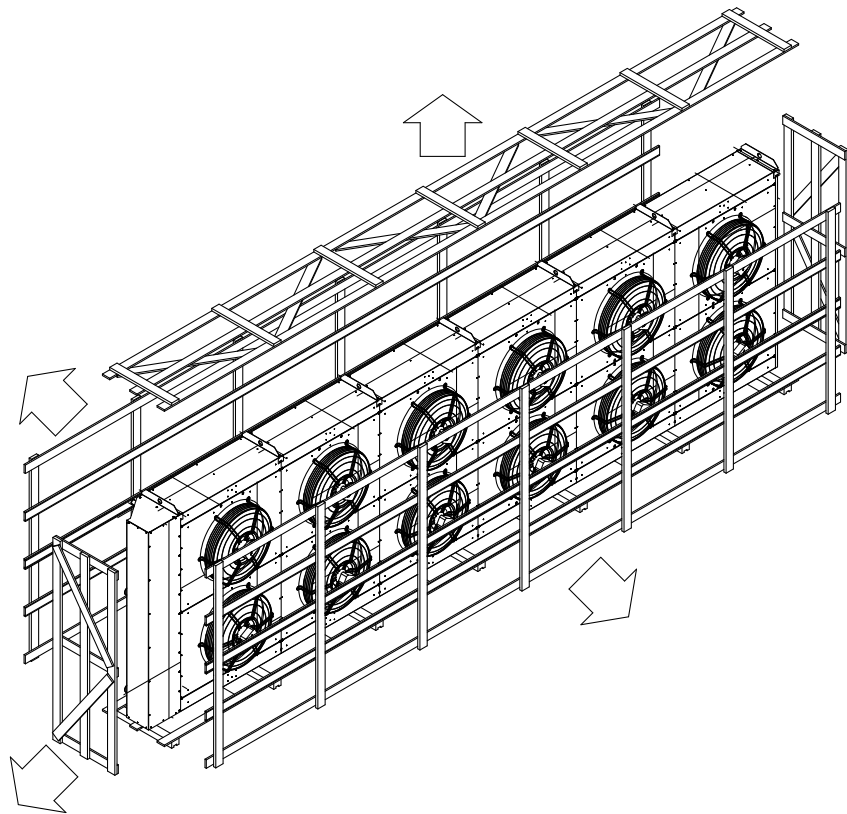

Рис. 8
2. Подъем компонента, установленного вертикально (Рис. 8–9): обязательно использовать все точки подъема. Использовать подъемную цепь или схожие средства. ThermoKey рекомендует также использовать подъемную траверсу для распределения нагрузки. Обязательно проверить грузоподъемность каждой отдельной цепи (или аналогичного подъемного средства). Цепь должна выдерживать общий вес оборудования, который указан на его идентификационной табличке. Запрещается пропускать один трос или цепь через все подъемные проушины.